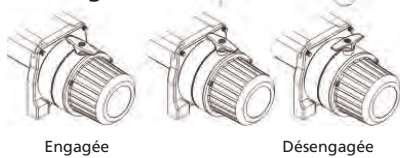

Figure 9
Le câble métallique a été installé sur votre treuil en usine à une charge minimale. Le câble doit être rembobiné sous charge sur le tambour pour que les couches extérieures ne s'enfoncent pas dans les couches intérieures, ce qui endommagerait le câble. Faites tourner la manette d'embrayage en position "Libre" de la manière indiquée à la Figure 9. S'il y a une charge sur le câble, il est possible qu'il soit difficile de déplacer la manette d'embrayage. **NE FORCEZ PAS LA MANETTE D'EMBRAYAGE.** Relâchez la tension du câble en le remuant un peu pour sortir un peu de câble, puis relâchez la manette d'embrayage. Déroulez le câble en tirant et attachez-le à l'ancre ou à la charge. Vérifiez qu'il reste un minimum de cinq (5) tours de câble sur le tambour. Engagez à nouveau le tambour en remettant la manette d'embrayage en position "Engagée" (Fig. 9).